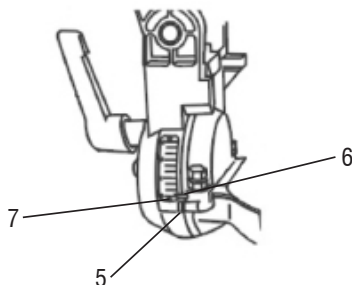

Fig. 17 – Ajuste da escala do batente de 90°
- 1 - Solte o parafuso (5) com auxílio de uma chave Phillips (não acompanha a máquina), Fig. 17;
- 2 - Ajuste a escala até que o indicador (6) coincida com a marca "0" (7) do indicador;
- 3 - Aperte novamente o parafuso (5).